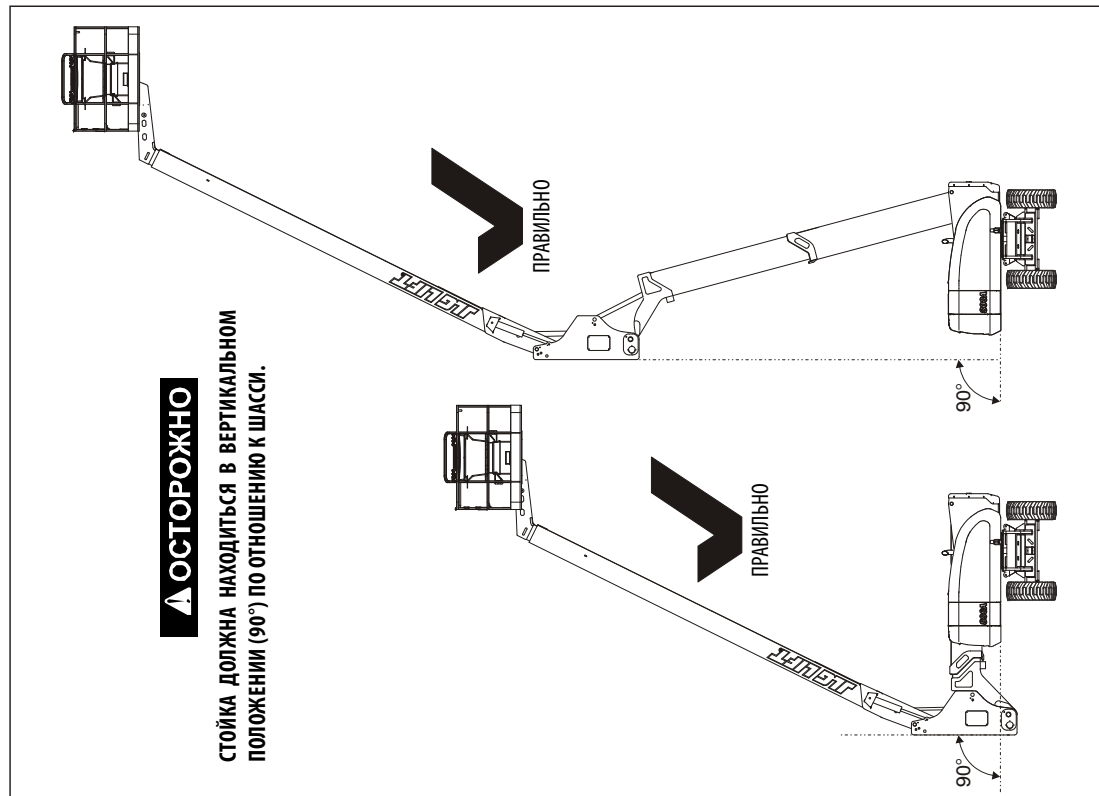
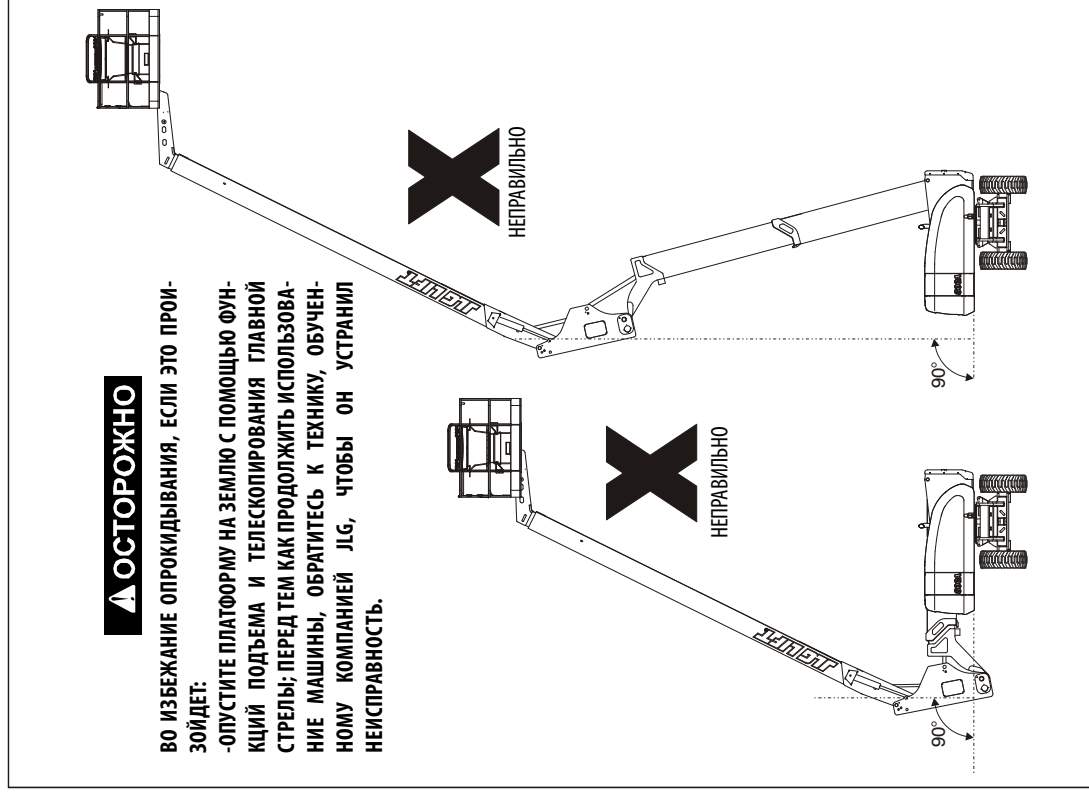

Рис. 2-7. Положение стойки стрелы — правильное
Рис. 2-8. Положение стойки стрелы — неправильное
23. Стойка — в вертикальном положении по отношению к шасси. См. Рис. 2-7. и Рис. 2-8. При перекосе не используйте машину, пока стойка не будет синхронизирована в соответствии с инструкциями раздела 4.16.
- c. Поднимите основную секцию нижней стрелы приблизительно на 40 градусов, затем опустите нижнюю стрелу ниже горизонтального положения. При подъеме и опускании нижней стрелы наблюдайте за положение стойки. Убедитесь, что стойка остается в вертикальном положении по отношению к шасси. См. Рис. 2-7. и Рис. 2-8.